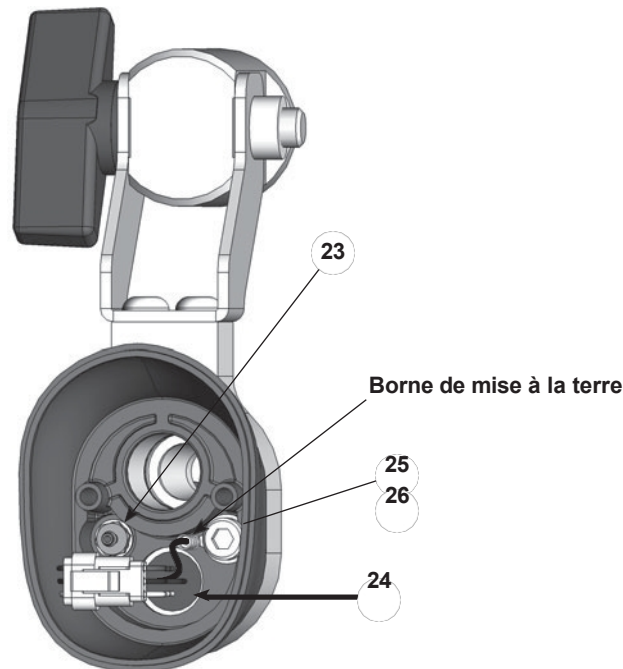

Figure 17 Démontage de l' du pistolet - Remplacement du réceptacle de câble et du raccord cannelé
5. Insérez un petit tournevis à lame plate dans la fente des connecteurs du faisceau et séparez le faisceau de réceptacles (24) du faisceau d'alimentation.
6. Voir la figure 17. Débranchez le tuyau de lavage à l'air libre du raccord cannelé (23) à l'intérieur la partie arrière du corps.
- a. Voir la figure 17. Utilisez une clé hexagonale de 4 mm pour retirer la vis à tête hexagonale (25) et la rondelle (26), puis déconnectez la borne de terre.
- g. Voir la figure 17. Connectez la borne de terre au capuchon d'extrémité à l'aide de la vis à tête hexagonale et de la rondelle (25, 26).
16. Voir la figure 17. Connectez le tuyau de lavage à l'air au raccord cannelé et le faisceau d'alimentation à la gaine de câble.